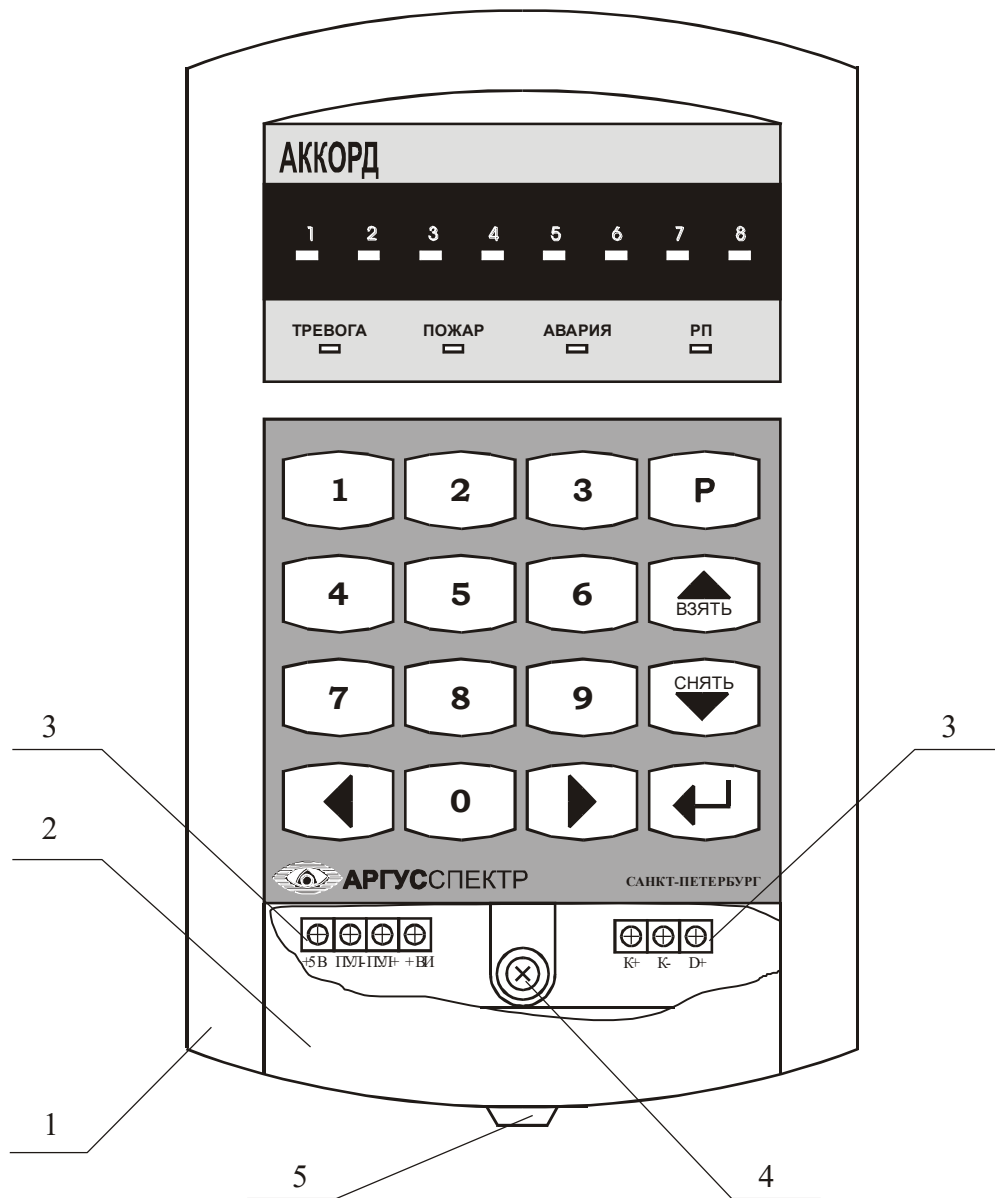

Рисунок 6.1 - Конструкция ПУЛ
6.2 ПУЛ (рисунок 6.1) состоит из корпуса (1) с клавиатурой и индикаторами, съемной крышки (2), открывающей доступ к контактным колодкам (3). Для ввода проводов необходимо вскрыть отверстия в нижней части корпуса. В основании корпуса имеются два отверстия для навешивания его на шурупы и два отверстия для фиксации ПУЛ на стене.